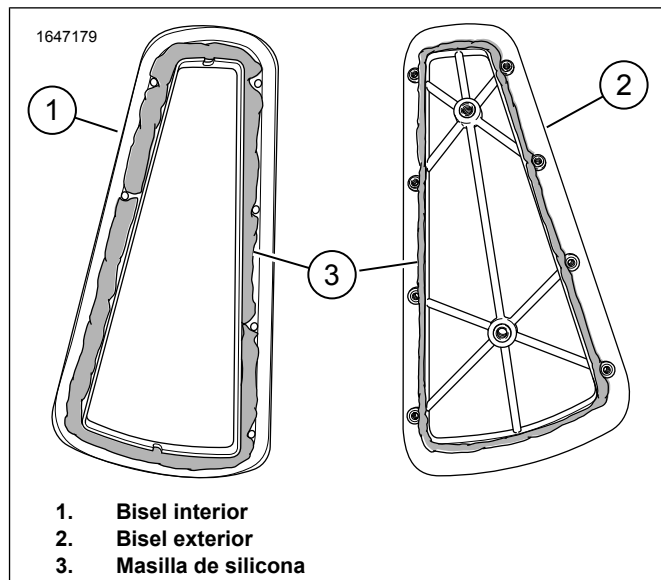
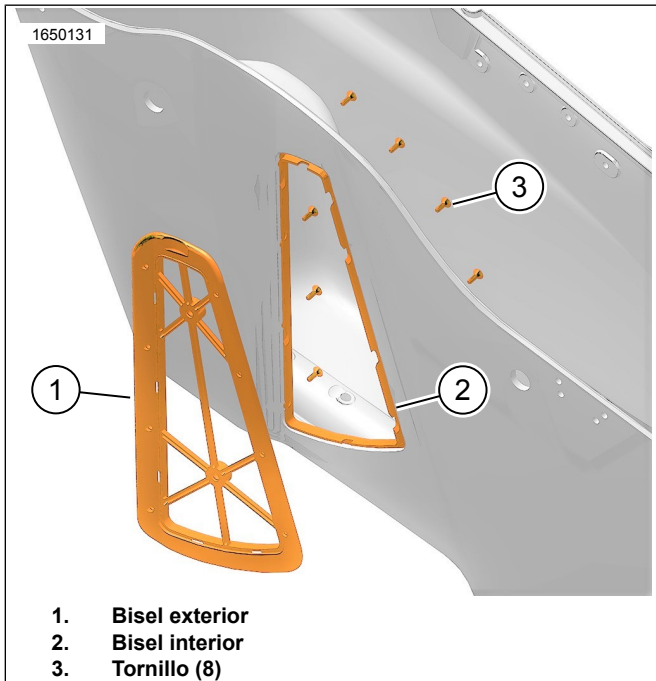

Figura 12. Biseles
Figura 11. Biseles de ajuste de prueba
5. Consulte la Figura 11. Pruebe los biselados interiores (2) y exteriores (1) en la alforja.
- a. Instale y apriete ligeramente los tornillos (8).
7. Consulte la Figura 12. Aplique masilla de silicona (3) a los biselados internos (1) y externos (2).
8. Consulte la Figura 11. Instale los biselados interiores (2) y exteriores (1) en la alforja.
- a. Instale los tornillos (3).